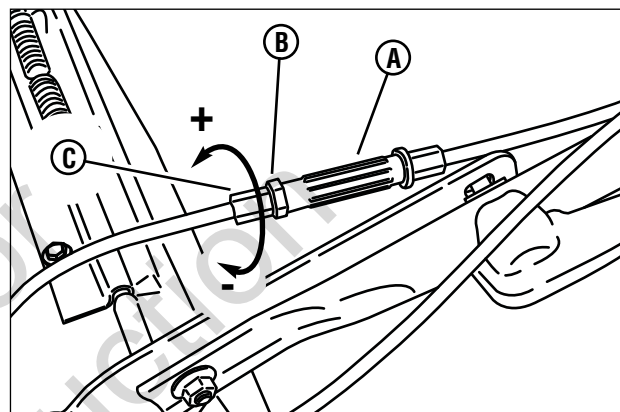

Figure 20 : Réglage de tension du ressort de transmission
- b. Pour augmenter (+) la longueur du ressort étiré, desserrez l'écrou de blocage (**B, Figure 20**) et tournez la virole (**C**) sous le tendeur de réglage (**A**) situé sur l'extrémité inférieure du câble de commande d'entraînement des roues, d'un demi tour pour l'écarter du tendeur. Resserrez l'écrou de blocage.